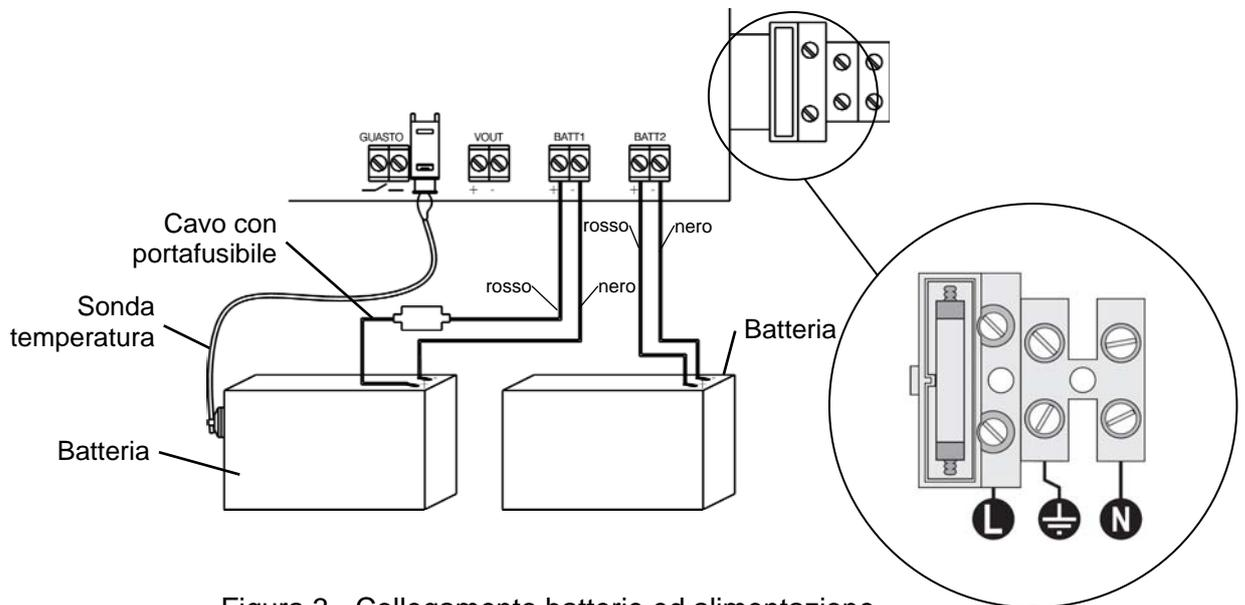

Figura 3 - Collegamento batterie ed alimentazione
- incollare la sonda di temperatura su una delle due batterie (vedere figura 3)
- collegare il cavo per l'alimentazione di rete alla morsettiere con portafusibile come indicato in figura 3 senza fornire alimentazione